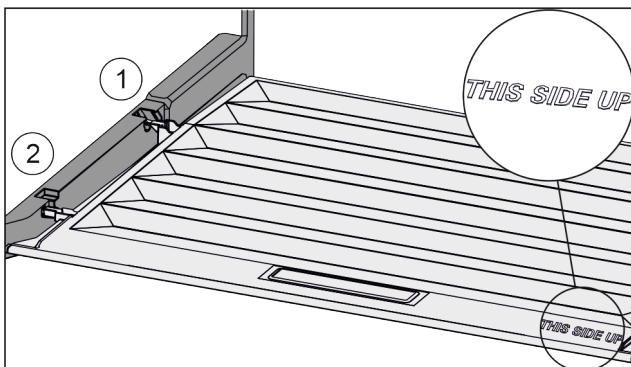

Fig. 35
- ▶ Introduceți nervura capacului prin orificiul suportului posterior Fig. 35 (1) și înclichetați-l în față în suport Fig. 35 (2).